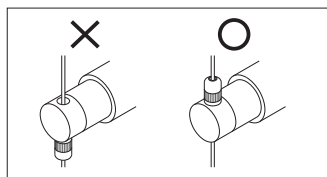

図1
- ・ 金具を取付ける方向（上下）が正しいことを必ずご確認の上ご使用ください（図1）。金具は逆向き状態ではワイヤーを保持できないため落下し、大変危険です。